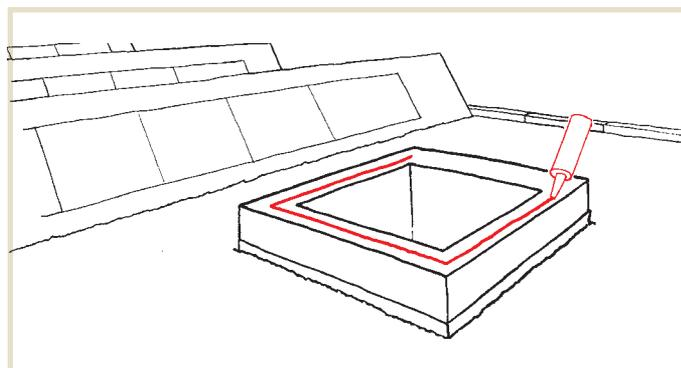

Рис. 34: Покрепление монтажного основания герметиком
- Наложите герметик (силиконовый, полиуретановый и т.п.) на монтажное основание (см. Рис. 34).